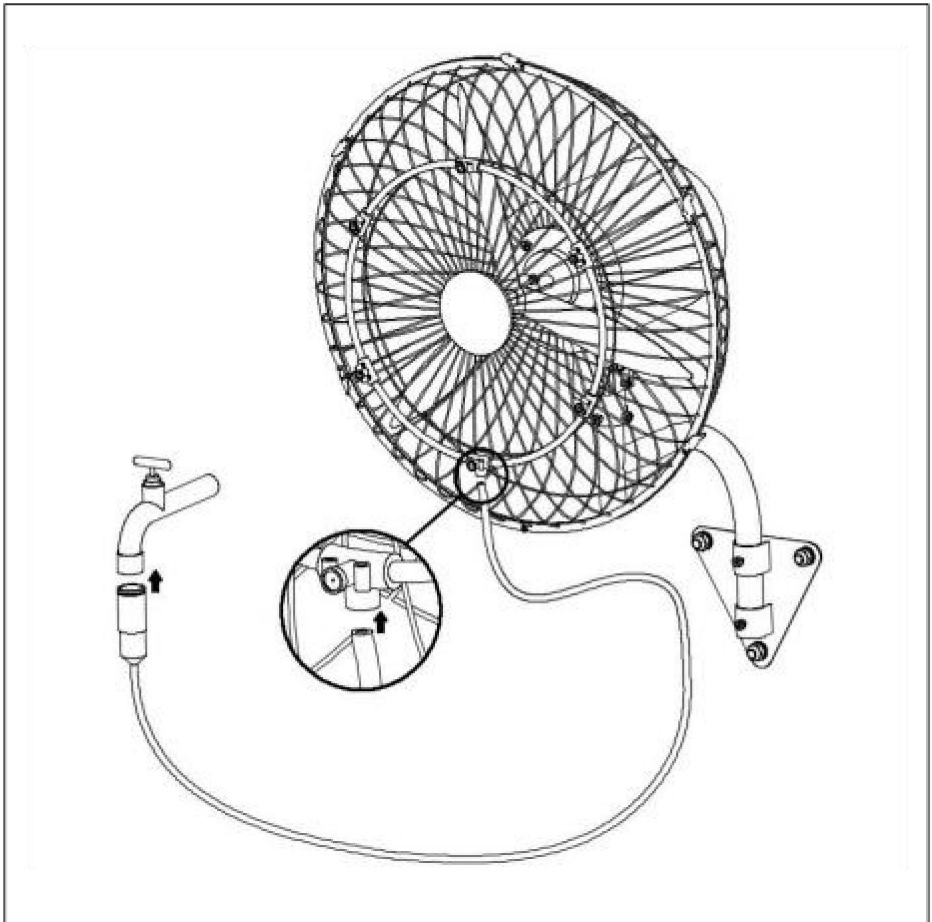

Figure 11.
2). Connectez le tuyau d'eau au robinet et à la buse de pulvérisation respectivement, et serrez le robinet. Voir la (Fig.11.) Terminé !